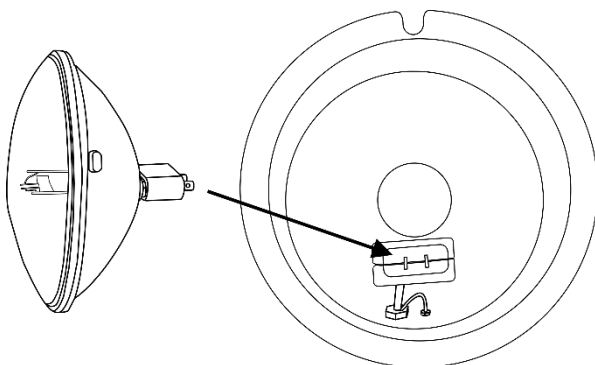

Abb. 05
- 05) Ziehen Sie die Lampenfassung heraus und befestigen Sie die Lampe darin (Abb. 05).